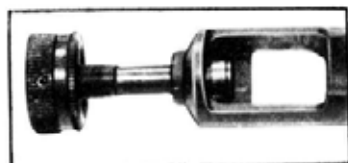

Fig. 23
- svitare il pistone dalla sua base, estrarlo completamente (fig. 23).
- unscrew the piston from its base, pull it out (figure 23),